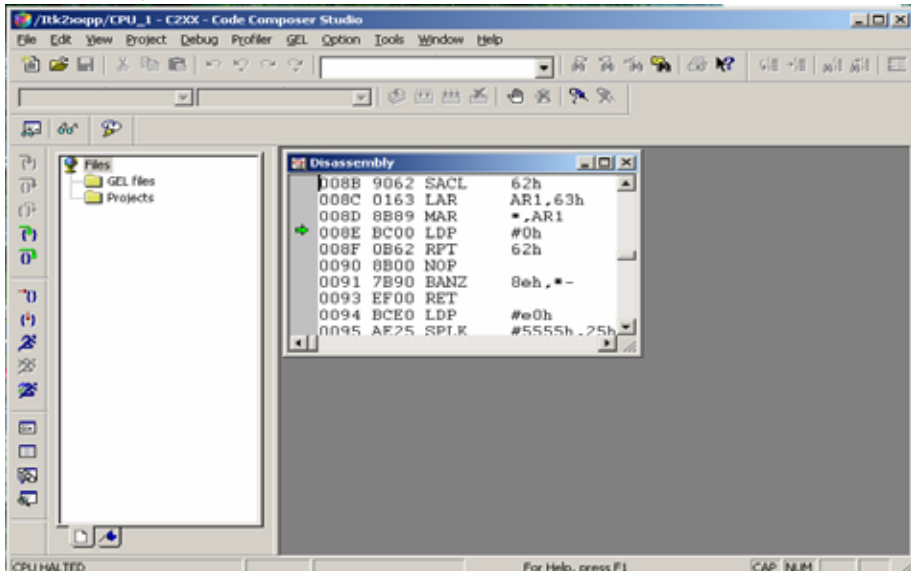

图 6.8 FLASH 烧写插件使用示意图 4
- A. 请连接并口或 USB1.1/2.0 开发系统进入开发软件工作环境, 如图 6.8。